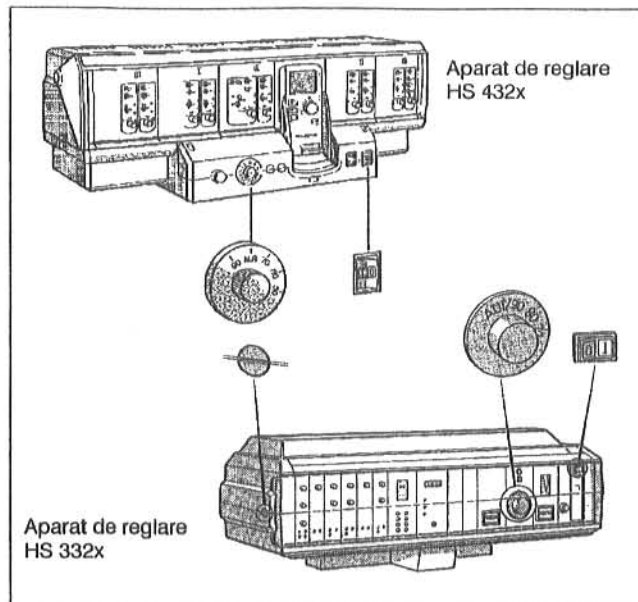

Fig. 4: Punerea în funcțiune a arzătorului de gaze
- În cazul aparatului de reglare HS 332x: Șlițul șuruburilor capacului transparent ale ambelor aparate de reglare (Fig. 4) se aduce în poziție orizontală, de exemplu cu ajutorul unei monede. Capacul transparent se va ridica înainte.
- Comutatorul funcționării (Fig. 4) ambelor aparate de reglare se aduce în poziția I (ON).
Reglarea temperaturii apei cazanului (Fig. 4) ambelor aparate de reglare se aduce pe poziția AUT respectiv 80°C.
Aparatul de reglare al temperaturii apei cazanului (Fig. 4) al unui bloc de cazane se aduce pe temperatura dorită (min. 50°C). Prin aceasta blocul cazanului 1 (cazanul conducător) este definit.
Aparatul de reglare al temperaturii apei cazanului (Fig. 4) al celuilalt bloc de cazane (blocul de cazane 2) se va fixa ca. 5 K sub valoarea blocului de cazane 1.
- Comutatorul funcționării ambelor aparate de reglare (Fig. 4) se aduce pe poziția 0 (OFF).
Când cazanul este racordat la o instalație de gaze de ardere potrivită (întreabă firma de specialitate!), atunci el poate funcționa pe timp de vară numai cu un bloc de cazane: Comutatorul funcționării (Fig. 4) se aduce la blocul de cazane 2 pe poziția 0 (OFF).